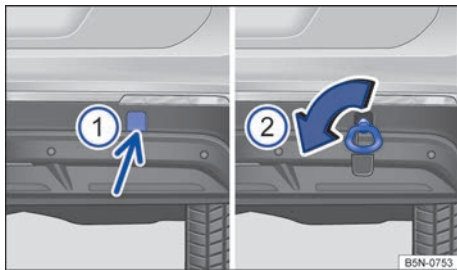

Fig. 235 En el lado derecho del paracolpes trasero: argolla de remolque enroscada.
El alojamiento de la argolla de remolque enroscable se encuentra en el lado derecho del paracolpes trasero detrás de una tapa → fig. 235
- Presione sobre la zona inferior de la tapa → fig. 235 ① (flecha) para desencastrar esta.
- Enrosque la argolla de remolque en el alojamiento → fig. 235 ② girándola al máximo en el sentido de la flecha → ①. Utilice un objeto adecuado con el que pueda enroscar completa y firmemente la argolla de remolque en su alojamiento.
- Tras el remolcado desenrosque la argolla de remolque en el sentido contrario al de la flecha con un objeto apropiado → fig. 235 ②.